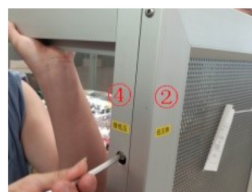

图10
把外壳侧板④放置于变压器底座另一侧边上，并用内六角螺丝把侧板④与低压侧②的另一端拼接，如图10所示。